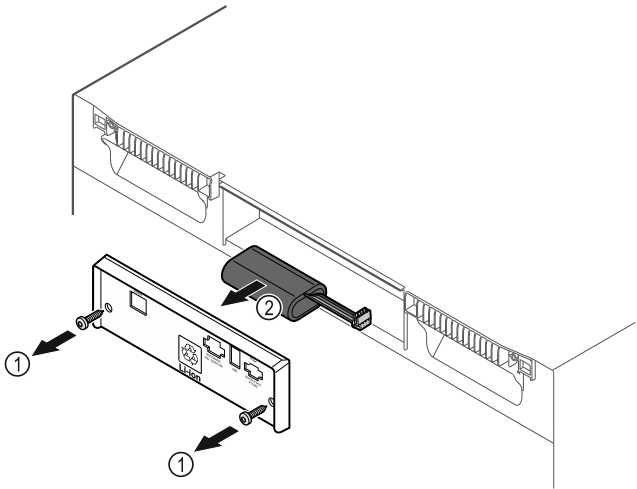

Fig. 238
- Desenroscar los tornillos y retirar la cubierta de la parte trasera del electrodoméstico Fig. 238 (1).
- Desconectar la batería y extraerla Fig. 238 (2).